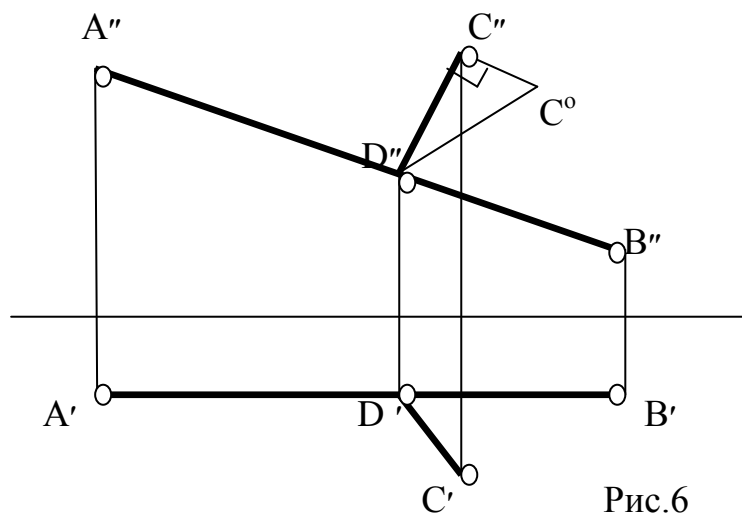

Рис.6
2. Отрезок CD определяет расстояние от точки C до прямой AB . Чтобы найти величину этого отрезка, воспользуемся методом прямоугольного треугольника. Отрезок C^0D'' и все ямакси яаньларутан величина (Рис.6).